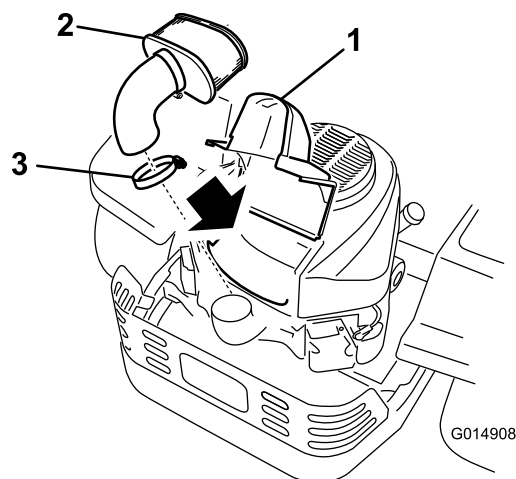

Figura 37
4. Levante la cubierta y retire la abrazadera que sujeta el conjunto del limpiador de aire al motor (Figura 37).
5. Afloje la abrazadera y retire el elemento de papel (Figura 37).